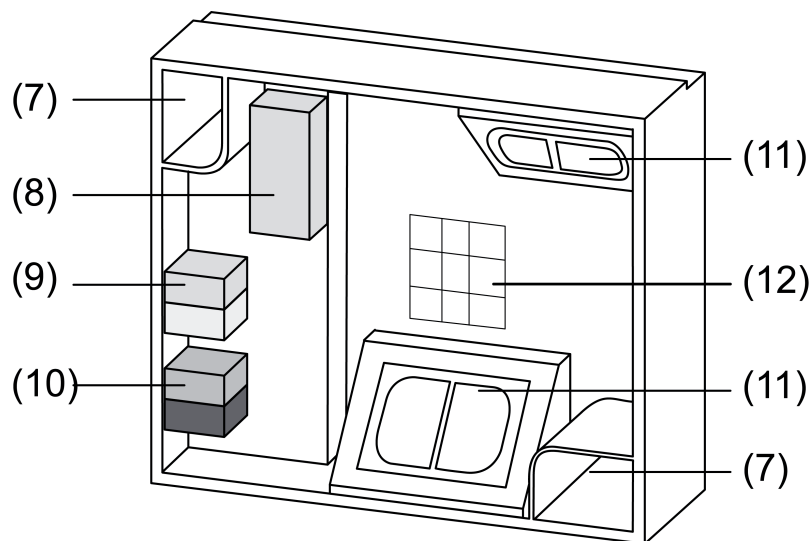

Figura 5: Morsettiere aperta
- Annotare l'indirizzo fisico sugli adesivi nella morsettiera (12) e nel relativo coperchio (figura 5).